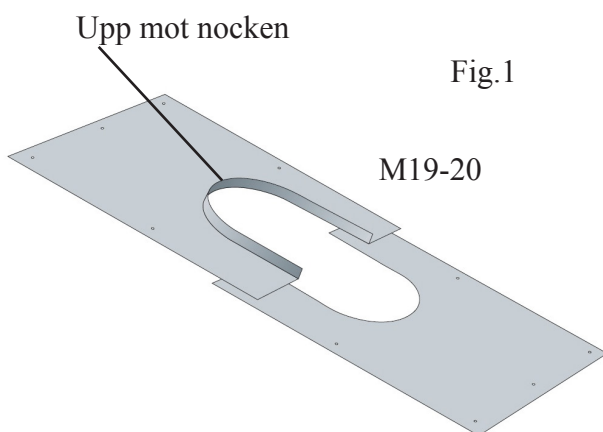

Fig.1
1. Ta bort taktegel och såga bort läkten i erf. omfattning för att få dit underbeslagets 2 halvor (M19-20) (Se Fig. 1)